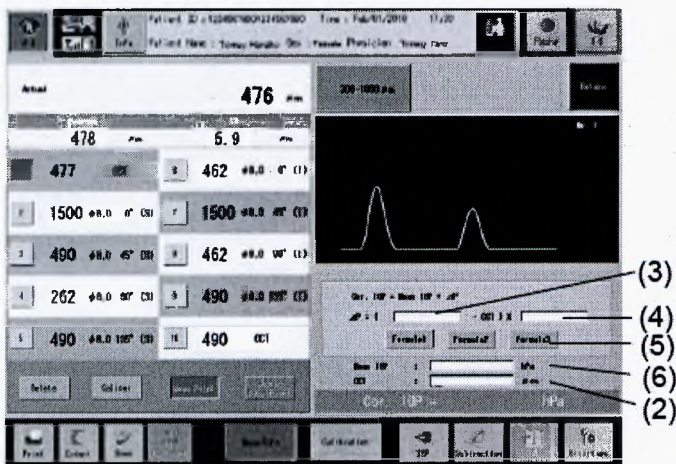

Рис. 2
- 1) Коснитесь кнопки "IOP" (1), чтобы открыть окно коррекции внутриглазного давления (Рис. 2). Когда измерение уже было завершено на данной точке, результат измерения выводится в поле ССТ (2). Однако, если заданы точки измерения и среди них две или более "ССТ", тогда выводится среднее значение ССТ. Когда же точки измерения не установлены, тогда выводится среднее значение всех ячеек памяти.